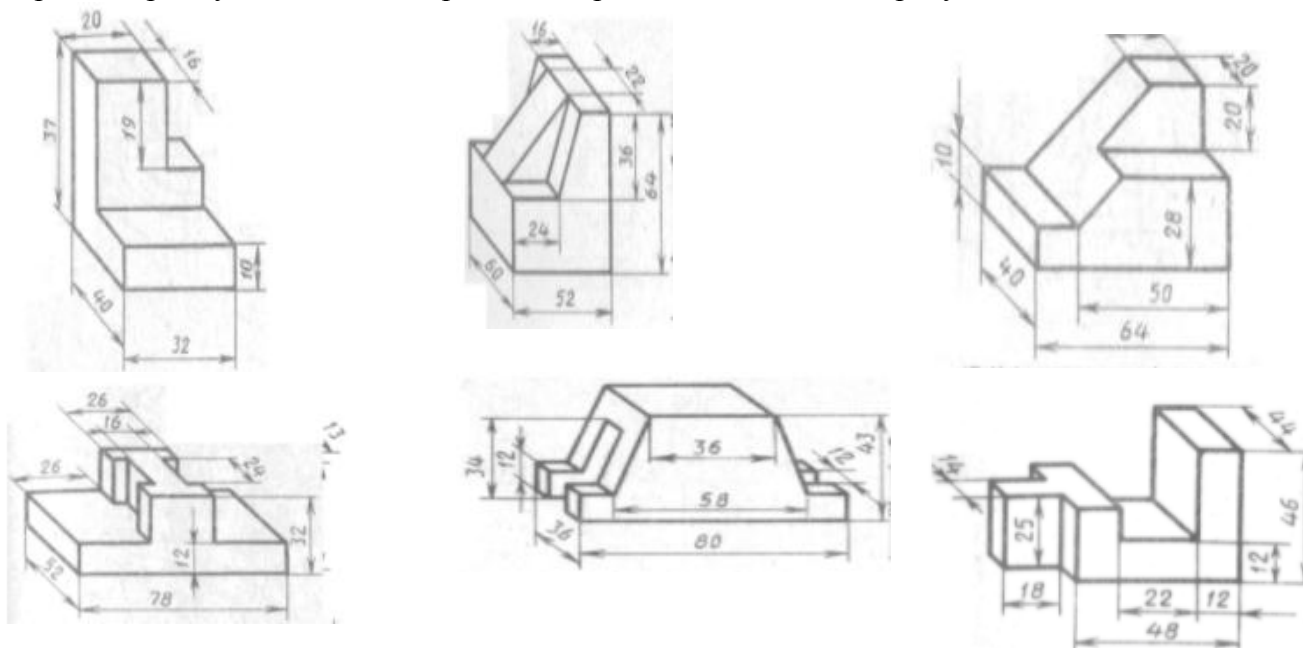

Рисунок 35 –Карточки задания на технический рисунок
5. Раздаточный материал (карточки-задания, рис.35).
Техническим рисунком, рис.35 называют наглядное изображение, обладающее основными свойствами аксонометрических проекций или перспективного рисунка, выполненное без применения чертежных инструментов, в глазном масштабе, с соблюдением пропорций и возможным оттенением формы.